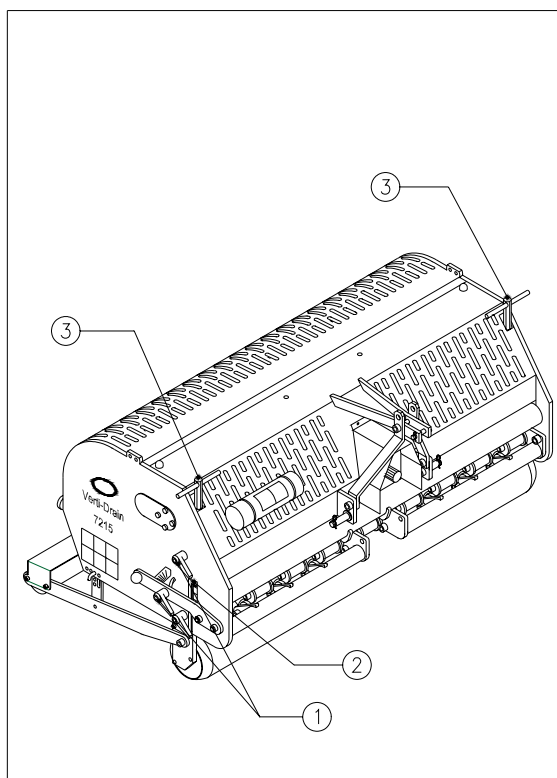

Fig. 4
Il est possible de régler la profondeur utile lorsque la machine est hissée, voir fig. 4. Dévisser les poignées de retenue 1 situées sur les deux côtés de la machine. Faire ensuite entrer ou sortir les broches 3 en tournant. Chaque rotation est de 4 mm (0.160"). L'autocollant (2) situé sur le côté de la machine indique le réglage de la profondeur. Lorsque la bonne profondeur de travail est atteinte, revissez les poignées de retenue 1.